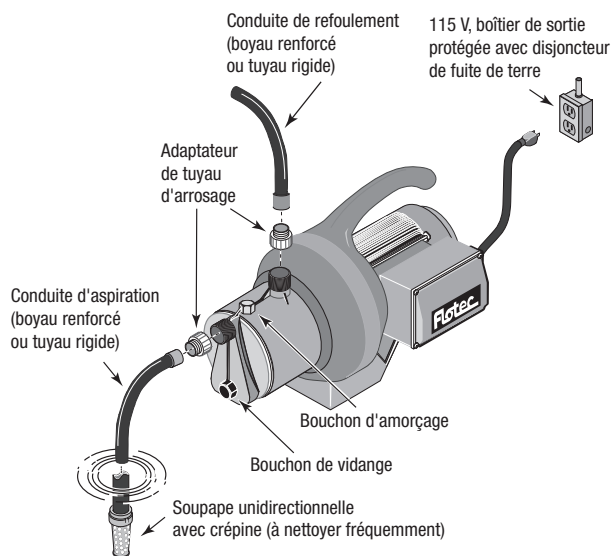

Figure 1 – Installation classique
Les orifices d'aspiration et de refoulement sont taraudés pour un filetage de 1 po MNPT. En cas d'utilisation de boyaux, utiliser un adaptateur de boyau. Voir la figure 1. Ne pas utiliser de boyau sur l'aspiration en cas de pompage d'eau à partir de lacs, de cours d'eau ou d'étangs. Le boyau s'affaissera et provoquera une défaillance de la pompe. Installer une crépine avec le clapet de pied à l'extrémité de la conduite d'aspiration. Inspecter et nettoyer fréquemment la crépine (figure 1).
- ◆ En cas d'utilisation d'un boyau d'arrosage, installer des adaptateurs sur l'aspiration de la pompe et le refoulement de la pompe. Le boyau d'aspiration nécessitera deux extrémités femelles. Utiliser un boyau d'alimentation standard de machine à laver comme conduite d'aspiration (figure 1).